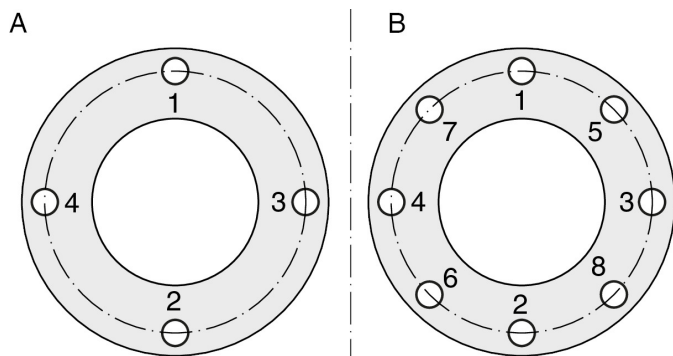

Abb. 19: Flanschvarianten
1. Die Schrauben über Kreuz, entsprechend Abb. 19, mit 30% des Sollanzugsmomentes anziehen,